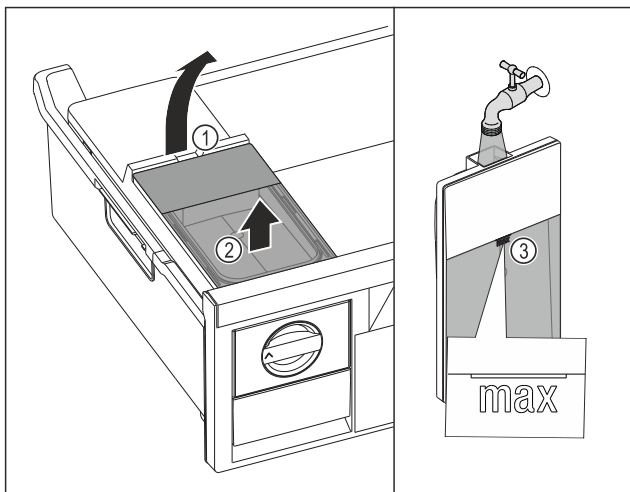

Fig. 109
- ▶ Løft vannbeholderen ved utsporingen Fig. 109 (1).
- ▶ Løft vannbeholderen ut av skuffen. Fig. 109 (2)
- ▶ Fyll vanntanken med vann opp til markeringen Fig. 109 (3).